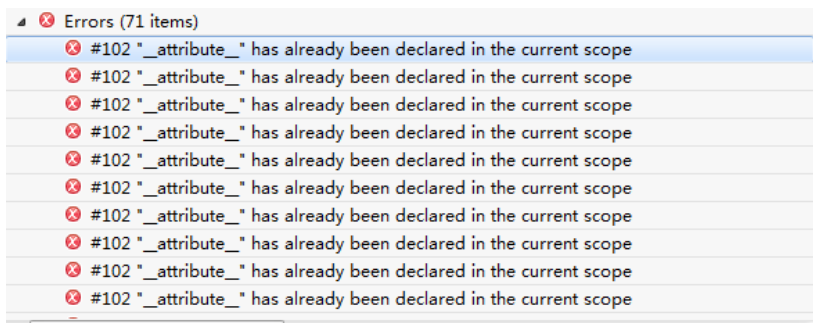

图 3-27 编译错误
(8) 再次编译工程 (Build Project)。此时会出现错误。如图 3-27 所示。